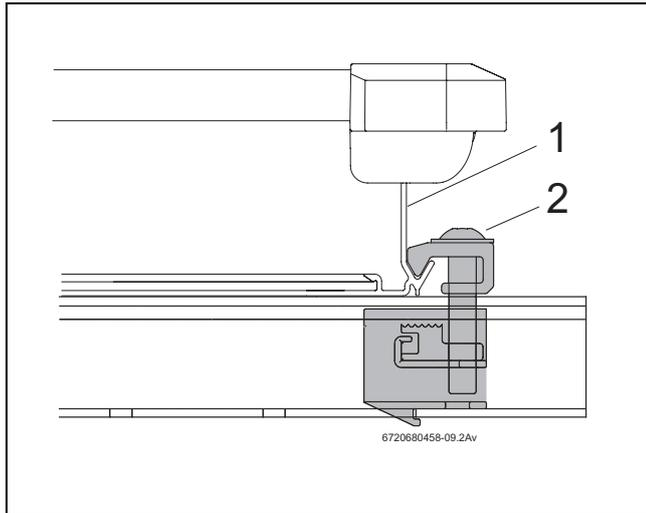

Fig. 39 Giunto di collegamento unilaterale dopo l'avvitamento
- Far scivolare con cautela il collettore (fig. 39, [1]) contro il giunto di collegamento unilaterale e allineare orizzontalmente.
- Avvitare il giunto di collegamento unilaterale (fig. 39, [2]) con la chiave SW 5.
Il morsetto (fig. 39, [2]) del giunto fa ora presa sul bordo inferiore del collettore.